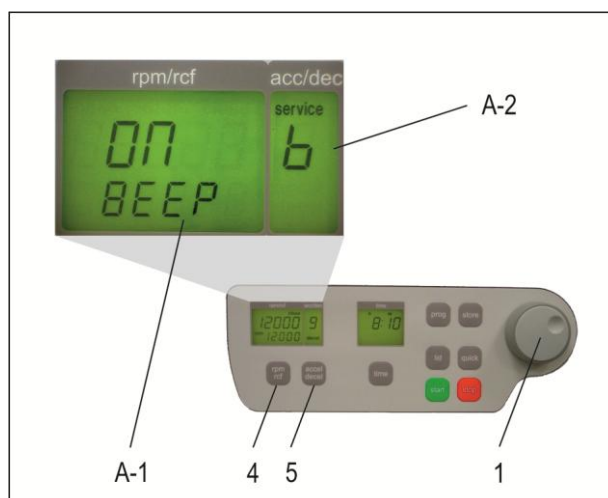

Abbildung 8
Öffnen Sie wie unter Punkt 1.8.2 beschrieben das Menü „Grundeinstellungen“. Danach drücken Sie die Taste „accel/decel“ (5). Im Anzeigenfeld „accel/decel“ (A-2) blinkt der Schriftzug „service“. Wählen Sie nun mit dem Einstellregler (1) den Buchstaben „b“. Daraufhin erscheint im Anzeigenfeld „rpm/rcf“ (A-1) der Schriftzug „ON/BEEP“. Nachdem Sie die Taste „rpm/rcf“ (4) gedrückt haben, kann mit dem Einstellregler (1) der Tastenton ein (On) oder ausgeschaltet (Off) werden. (siehe Abbildung 8)